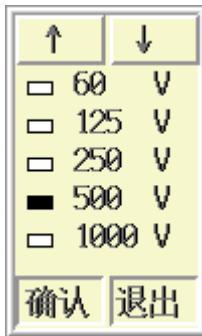

图 4.12 选择发射电压
操作：可以直接用**③**、**④**键来修改，也可以按**确认**键调出发射电压选择界面（如图 4.12 所示）进行选择。